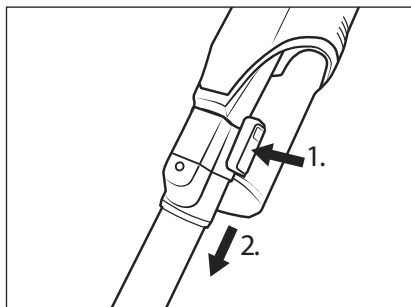

Fig. 11
- ◆ Pour retirer le tube d'aspiration ❷ de l'appareil, maintenez la touche de déverrouillage du tube d'aspiration ❸ enfoncée et retirez le tube d'aspiration ❷ de l'orifice d'aspiration de l'appareil (voir fig. 11).